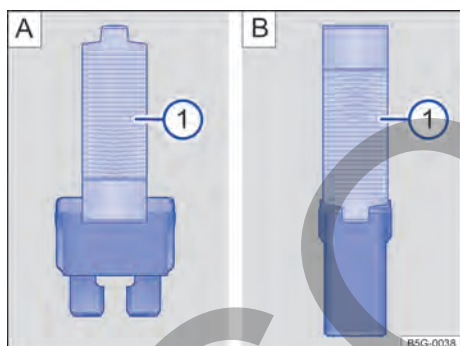

Fig. 177 Retirar o colocar el fusible con la pinza de plástico: A) fusible plano, B) fusible de bloqueo.
- De ser necesario, retirar la pinza de plástico → fig. 177 ⓘ de la cubierta de la caja de fusibles.
- De acuerdo con la versión del fusible, colocar las garras adecuadas del alicate plástico → fig. 177 A) ⓘ o → fig. 177 B) ⓘ de forma lateral en el fusible.